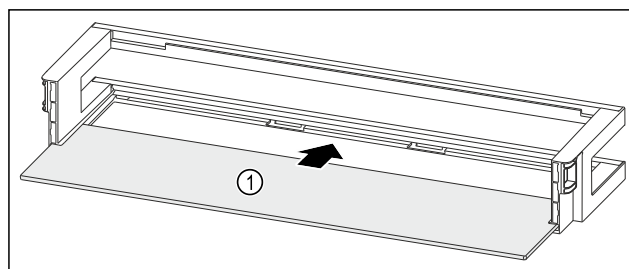

Fig. 215 Dveřní přihrádka s odkládací plochou
- ▶ Odkládací plochu Fig. 215 (1) zasuňte do bočních vybrání.